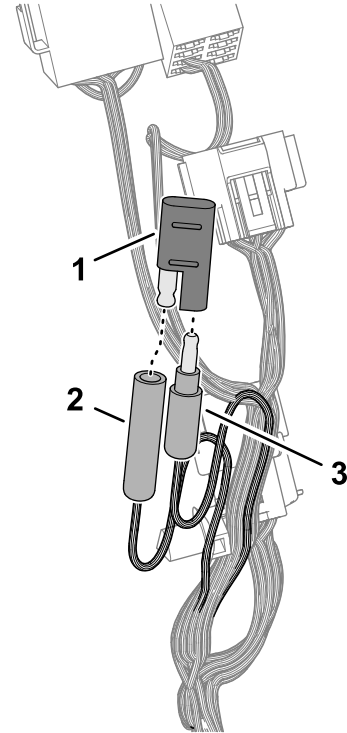

Figure 18
1. Débranchez le connecteur à une broche du connecteur à une douille étiqueté NA/EU MODE SELECTOR (Figure 18).
2. Insérez le connecteur à une broche et le connecteur à une douille dans le capuchon (Figure 18).